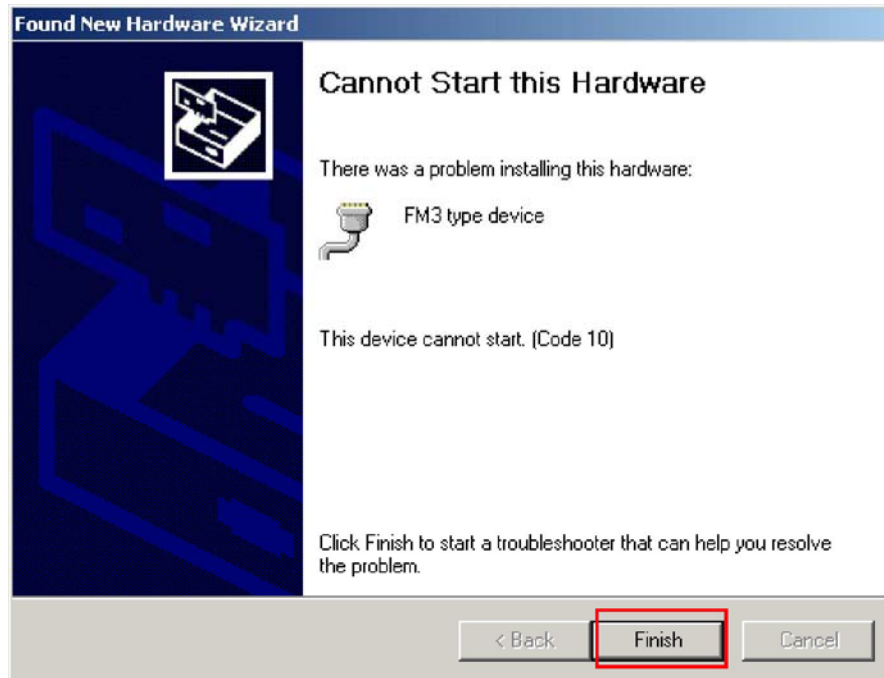

Fig. 1.3.5 Установка драйвера
5. Драйвер должен быть установлен и работать. Если появляется ошибка, что РС „Не может установить данный драйвер” (Рис. 1.3.5), Вы должны будите перезапустить РС или сделать следующие действия: